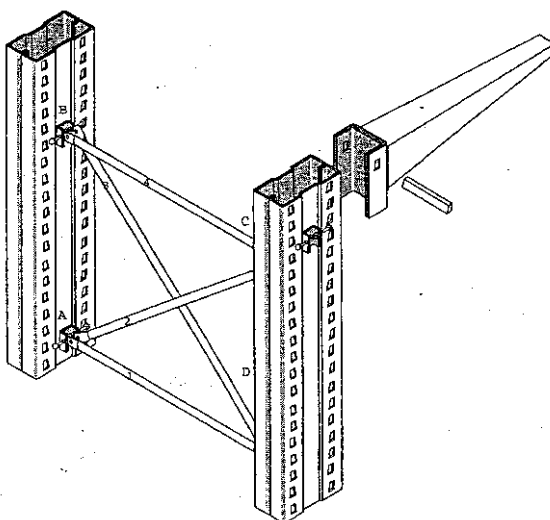

Fig. 4
- e) Stel de schoring samen, beginnende bij traverse 1, vervolgens diagonaal 2,3 en traverse 4, rekening houdend met de aangeduide posities (A, B, C, D) van traversen en diagonalen. (Fig. 4)